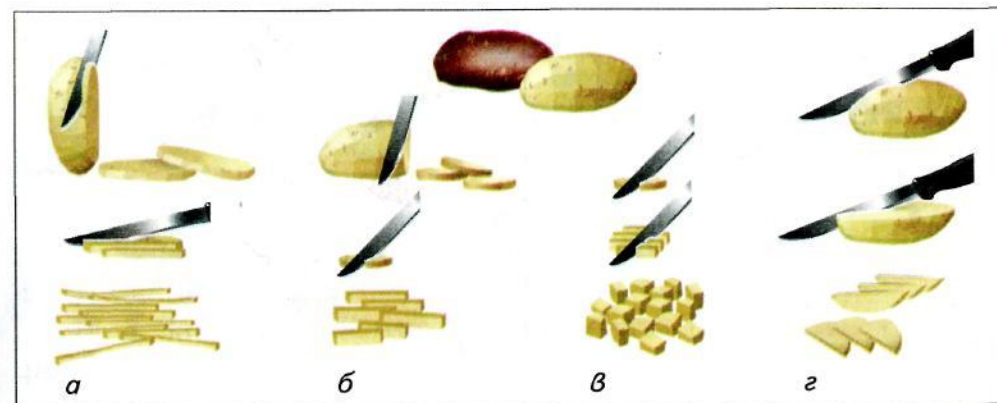

Рис. 93. Способы нарезки овощей (картофеля): а – соломкой; б – брусочками; в – кубиками; г – ломтиками
*Соломкой* (длинными тонкими ломтиками) нарезают картофель для жарения во фритюре (кипящем растительном масле), морковь, петрушку, свеклу, репчатый лук, сельдерей – для щей, борщей, рассольников, супов из овощей (рис. 93, а).
*Брусочками* (шириной до 1 см, длиной 3,5–4 см) нарезают картофель для жарения, приготовления супов, борщей; морковь, петрушку, сельдерей для бульона с овощами (рис. 93, б).
Нарезка крупными *кубиками* (2×2 см) подходит для приготовления картофеля в молоке; средними (1,5×1,5 см) — для супов с бобовыми, крупами, овощного рагу; мелкими (0,5×0,5 см) — для гарнира к холодным блюдам (рис. 93, в).
*Ломтиками* нарезают картофель, морковь, свеклу в щи, борщи (рис. 93, г).